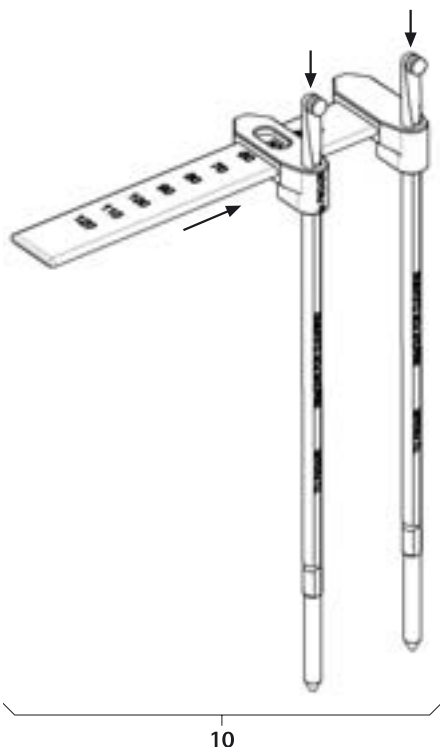

Fig. 10
- Montage de l'instrument de mesure de longueur de tige 10, voir Fig. 10.